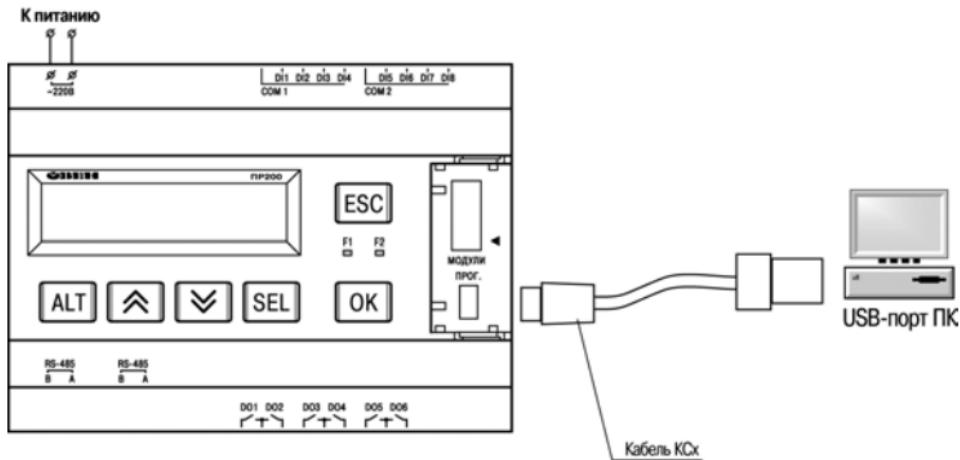

Рисунок 5.1 – Схема подключения PR200 к ПК
5.1.1 Перед использованием прибор необходимо запрограммировать, т.е. создать пользовательскую программу, для программирования прибор необходимо подключить к компьютеру (рисунок 5.1.). После создания пользовательская программа может быть сохранена в энергонезависимой памяти прибора и запускаться на выполнение после включения питания или перезагрузки.